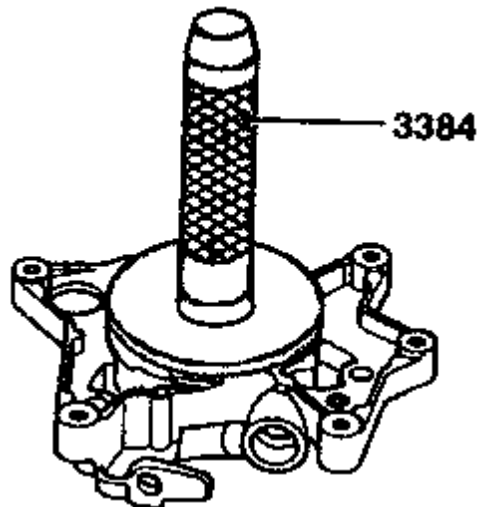

图 8-109 安装油封
(1) 在油封唇口和外沿用变速箱油浸一下。如图 8-109 所示，用压块把新的油封推入并靠实，同时注意油封不要歪斜。油封张开侧应指向变速箱。